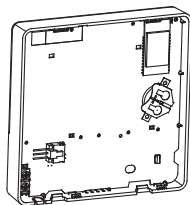

Fig. 3-5
- Inserire la batteria nel sito di installazione e assicurarsi che il lato positivo della batteria sia in accordo con il lato positivo del sito di installazione. (Vedi Fig.3-5)